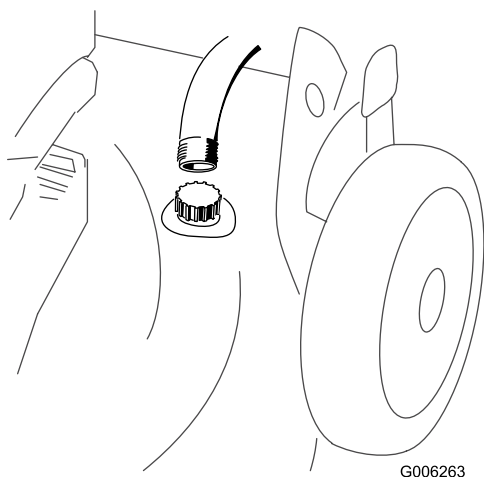

Figura 30
3. Introduzca una manguera de jardín conectada a un grifo en el orificio de lavado de la carcaza del cortacésped (Figura 30).